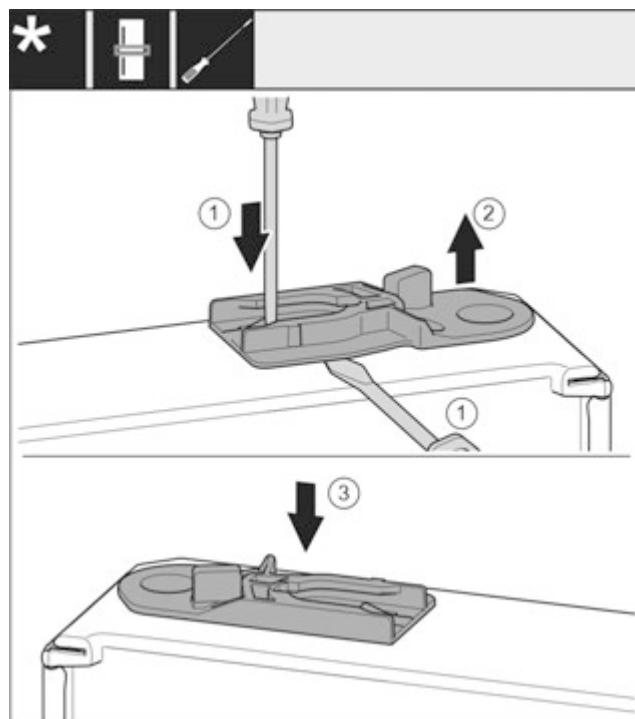

Fig. 38
► Витягніть направляюче гніздо: Натисніть шліщевою викруткою накладку і одночасно підведіть її під направляюче гніздо. Fig. 38 (1, 2)
► Направляюче гніздо, що входить до складу постачання, вставити з іншого боку корпуса. Fig. 38 (3)